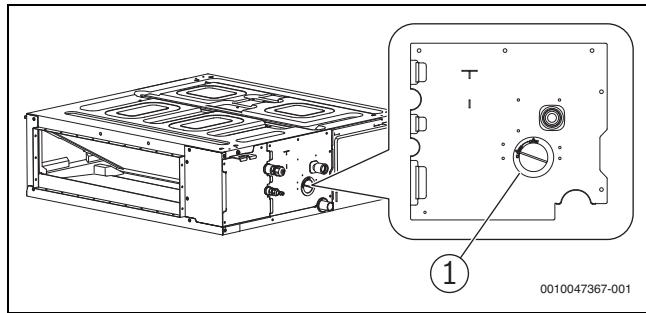

Fig. 26
- Abra o tampão cego da água de teste (→ Fig. 26) na máquina, este precisa de estar desapertado durante o teste de drenagem para verificar se a bomba de drenagem está ligada e se existe um problema com a bomba de drenagem.